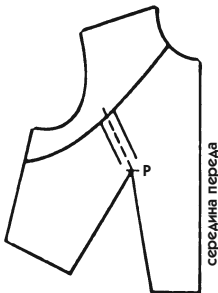

Рис. 533
1. На подготовительном лекале, не имеющем вытачку к плечу, проведите линию рельефа в соответствии с моделью (рис. 533).
2. Когда обе вытачки начерчены, ни одна из них не отходит точно от точки Р. Вот почему сначала надо перевести вытачки так, как показано на рис. 533 (проведите новую пунктирную линию между ними).